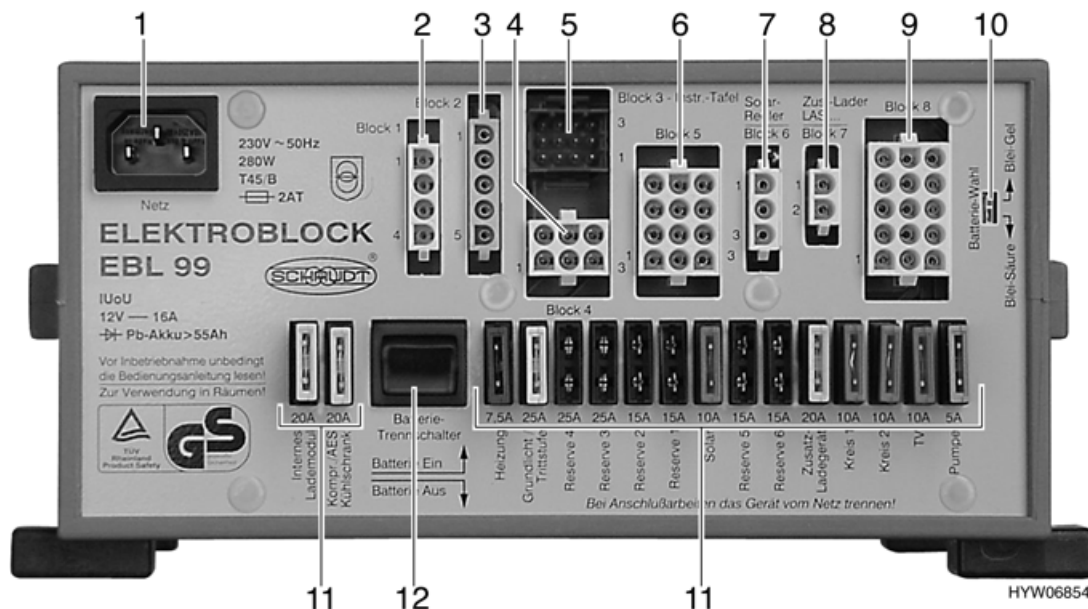

Fig. 54 Centralina elettrica EBL 99
La centralina elettrica (Fig. 54) è ssituata sotto al sedile del guidatore.
L'interruttore staccabatteria (Fig. 54,12) serve a disinserire tutte le utenze a 12 V dell'abitacolo, anche la valvola di sicurezza/di scarico del riscaldamento. In tal modo si evita uno scaricamento eccessivo delle batterie dell'abitacolo nei lunghi periodi di fermo del veicolo (per esempio in occasione di inattività temporanea).
- L'impostazione di stabilimento del selettore batteria (Fig. 54,10) ("Piombo-Gel") non deve essere modificata.